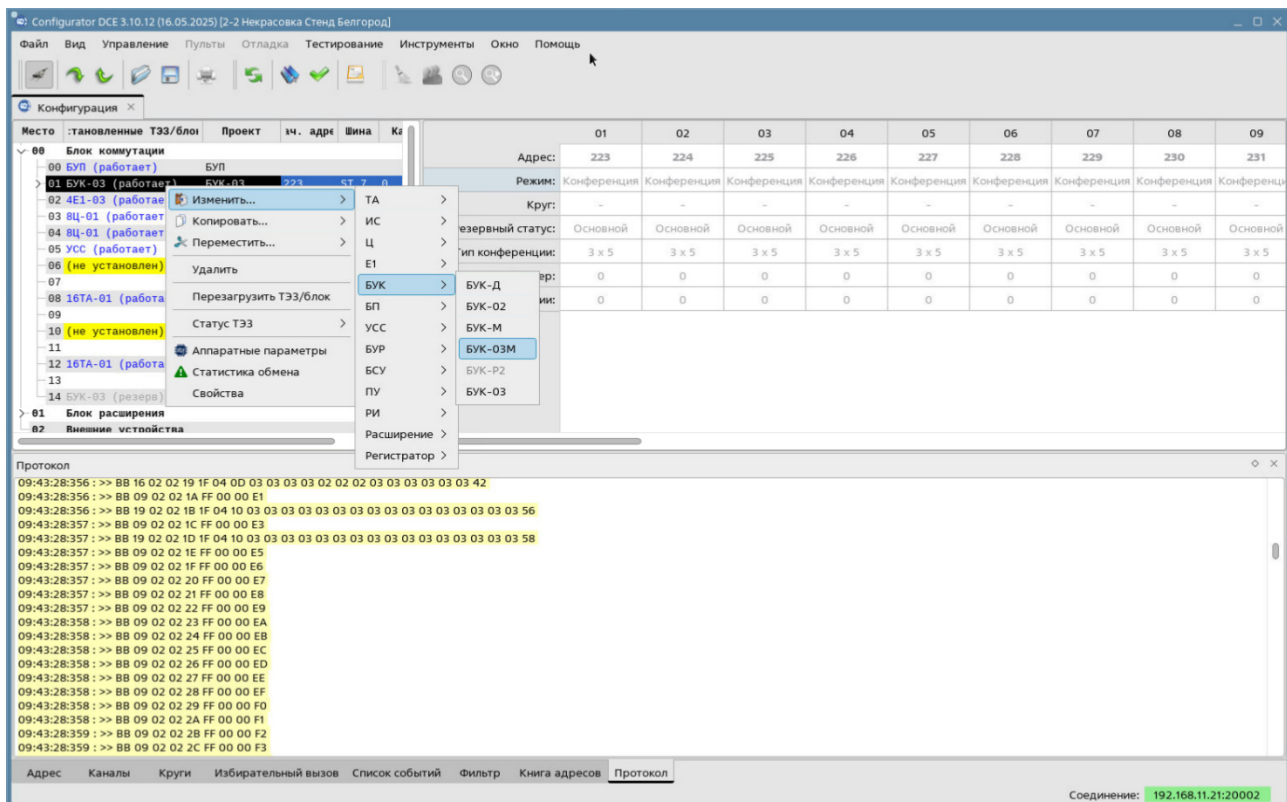

Рисунок 3.14 – Изменение тип ТЕЗ/блока
- «Изменить» – назначить новый или изменить существующий тип ТЭЗ/блока, который должен быть физически установлен на выбранное место (см. рисунок 3.14).